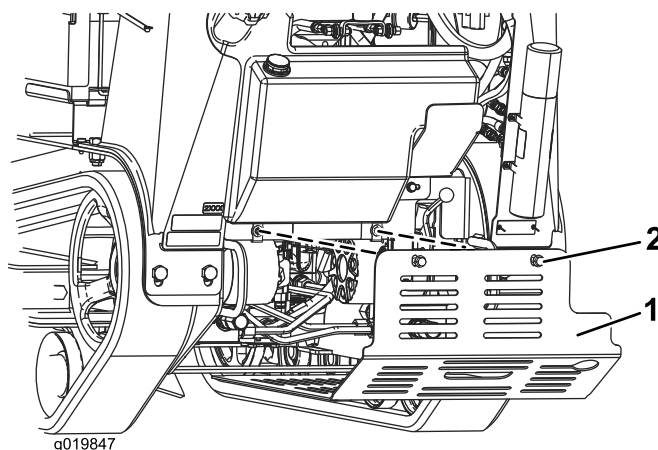

Figura 25
2. Allentate uno dopo l'altro i due bulloni che fissano lo schermo inferiore, fino a liberare completamente lo schermo (Figura 25).
2. Fate scorrere lo schermo inferiore nella macchina (Figura 25).